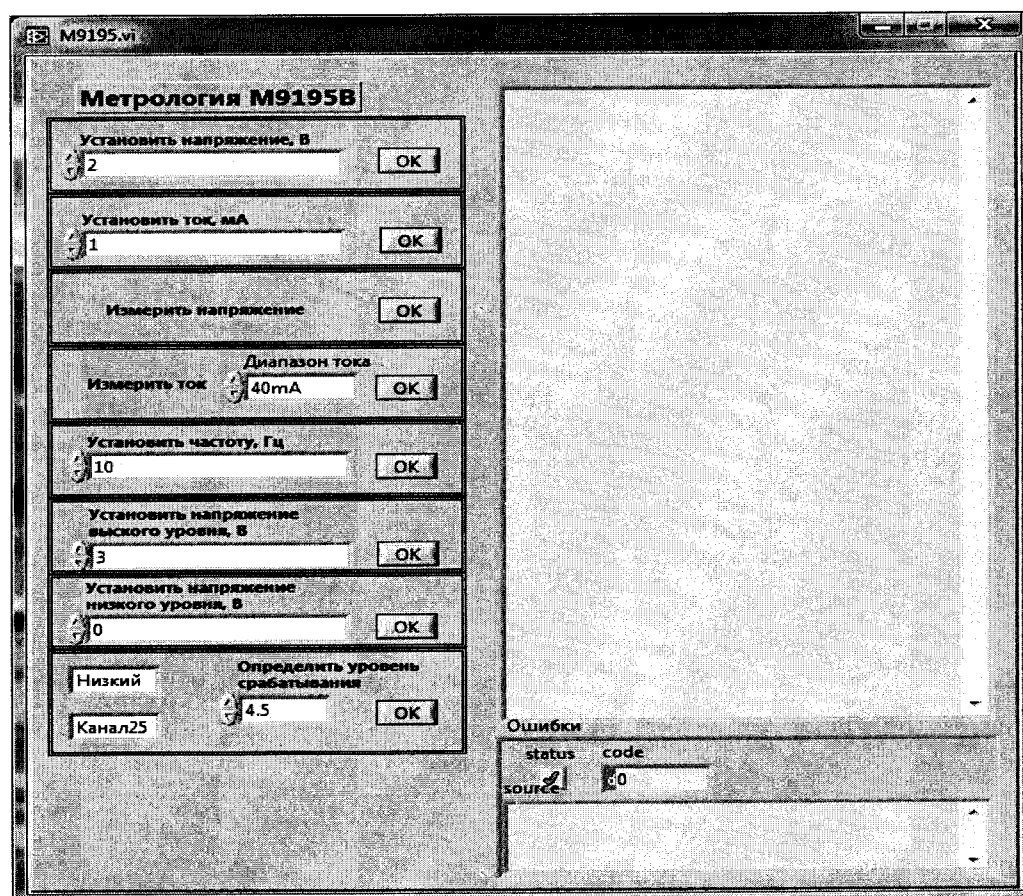

Рисунок 7
7.4.8.1.4 Установить напряжение выходного сигнала цифрового тестера М9195В, для чего в поле «Установить напряжение» (рисунок 7) ввести значение напряжения выходного сигнала в соответствии с таблицей 24.
7.4.8.2.2 Запустить программу управления цифровым тестером M9195B.exe, (рисунок 7).
7.4.8.3.4 Установить силу тока выходного сигнала цифрового тестера М9195В в соответствии с таблицей 26, для чего в поле «Установить ток» (рисунок 7) ввести значение силы тока выходного сигнала.
7.4.8.4.3 Запустить программу управления цифровым тестером M9195B.exe, в открывшемся окне в поле «Измерить ток» установит диапазон измерения силы тока (рисунок 7).
7.4.8.5.2 Запустить программу управления цифровым тестером M9195B.exe (рисунок 7).